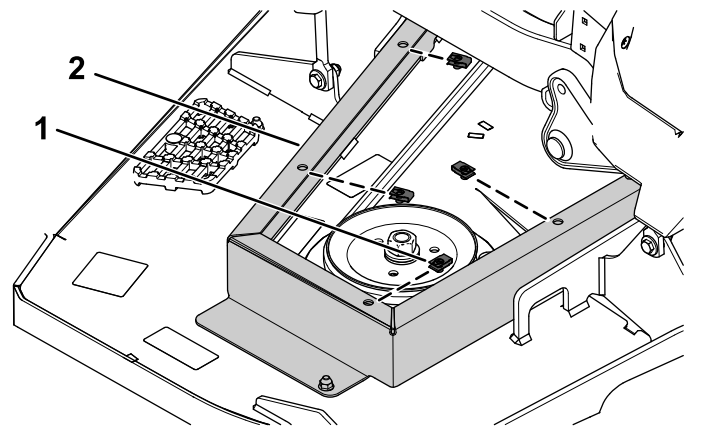

Figura 8
3. Instale 4 clips en el soporte de montaje del protector de las poleas del lado izquierdo (Figura 8).